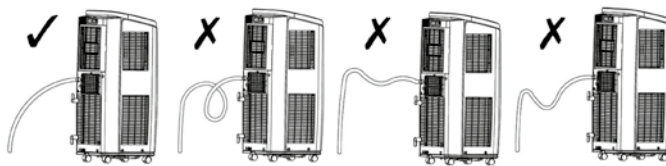

Abbildung 17
- 5 Achten Sie darauf, dass der Ableitungsschlauch nicht ins Wasser hängt und immer nach unten abläuft (siehe Abbildung 17).